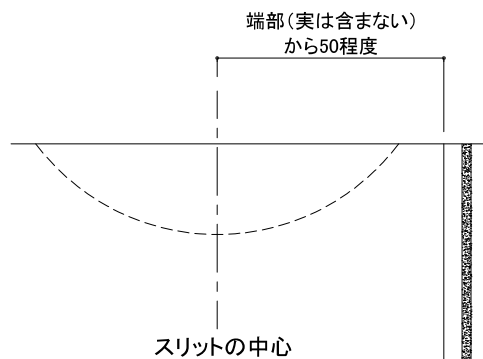

図10 端部のスリット加工位置
- 端部のスリット加工の中心はモエン端部から50mm程度の位置としてください。(図10、11)